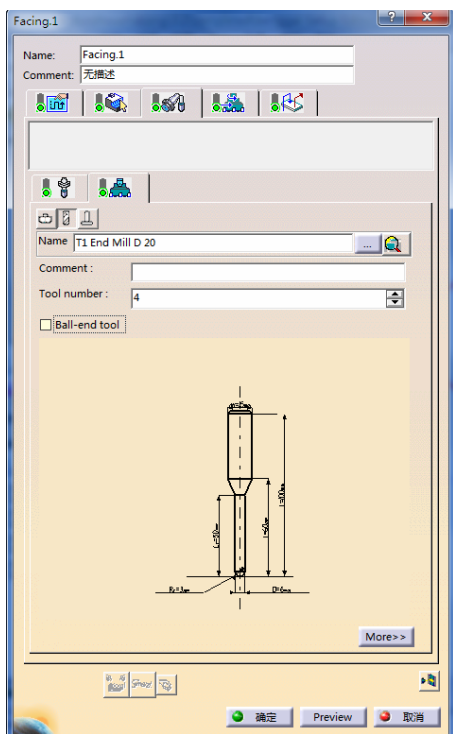

图 3-135 刀具参数选项卡（7）
- 单击“Facing.1”对话框中的, 切换到刀具参数选项卡（7），在“Name”文本框中输入“T1 End Mill D20”，取消“Ball-end tool”复选框，如图 3-135 所示。